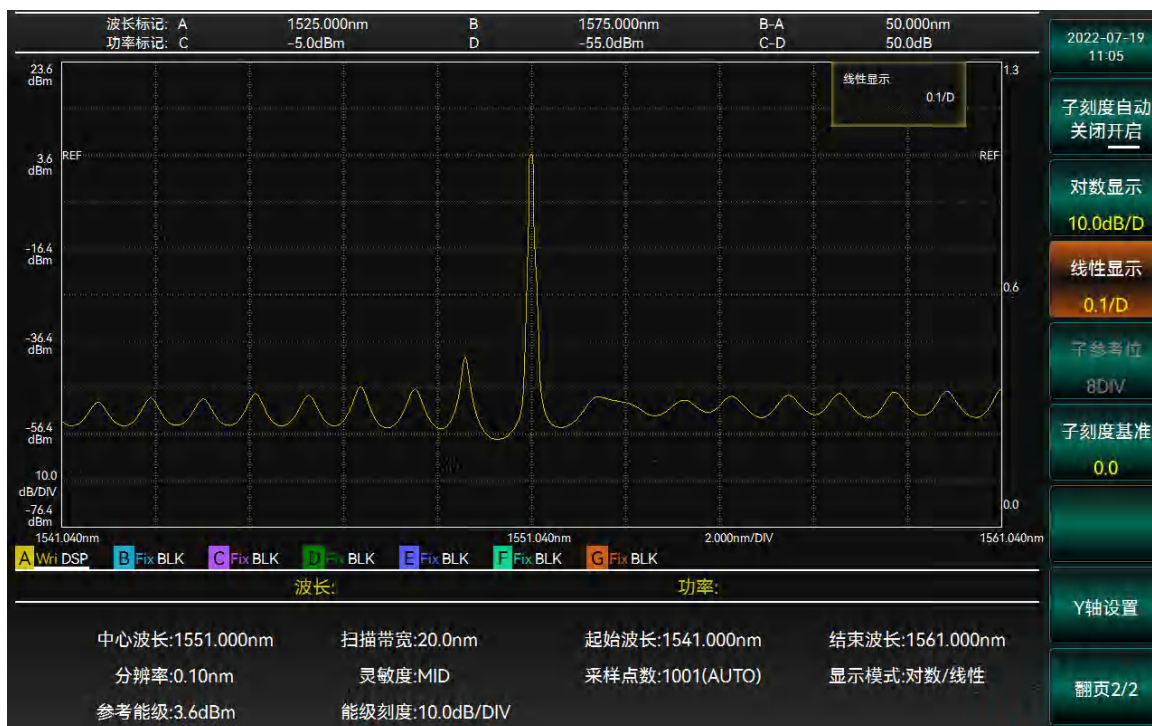

图 3-24 设置子参考线性显示界面
2. 选择【线性显示】，通过旋钮或者数字键输入线性刻度值，完成设置，操作界面如图 3-24 所示。